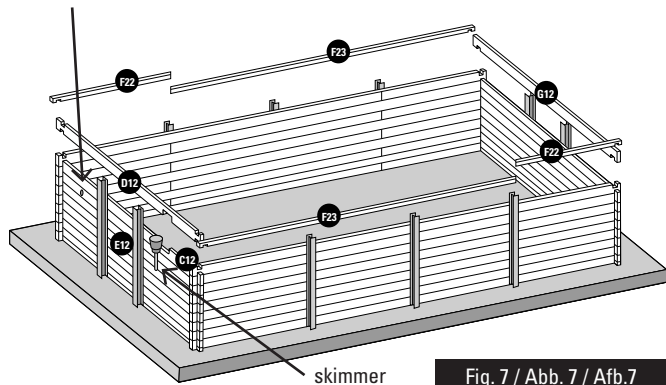

Fig. 7 / Abb. 7 / Afb. 7
- EN Skimmer:** • Place the specific boards of the skimmer facing the prevailing winds. Boards (C12) and (D12) will always be placed over a panel starting by board (B12) (figure 7). • The skimmer will not be stable until the pool is filled. **The skimmer (with its flap) is fitted as the same time as the finishing board.**
- FR Skimmer:** • Placez les madriers spécifiques au skimmer face aux vents dominants. Les madriers (C12) et (D12) se positionnent toujours sur un panneau commençant par un madrier (B12) (figure 7). • Tant que le bassin n'est pas rempli, le skimmer ne sera pas stable. **Le skimmer (avec son volet) s'emboîte en même temps que le madrier de finition.**
- NL Skimmer:** • Plaats de planken die specifiek voor de skimmer zijn met het gezicht op de overheersende windrichting. De planken (C12) en (D12) worden altijd op een paneel geplaatst en er wordt begonnen met plank (B12) (afbeelding 7). • Zolang het zwembad niet is gevuld, zal de skimmer niet stabiel zijn. **De skimmer (samen met zijn afsluiter) wordt op het zelfde moment ertussen gezet als de plank voor de afwerking.**